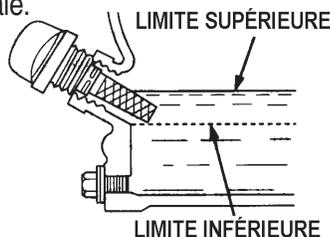

Figure 5. Jauge d'huile moteur (Niveau d'huile)
4. Si le niveau d'huile est bas (Figure 5), remplissez jusqu'au bord du trou de remplissage d'huile avec le type d'huile recommandé comme indiqué dans le Tableau 4. Voir le Tableau 2 pour connaître la contenance d'huile moteur maximale.